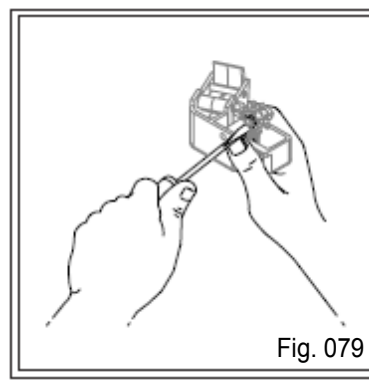

Fig. 079
- retire o anel de retenção da roldana (Fig. 079) e em seguida retire a(s) roldana(s) existente(s);